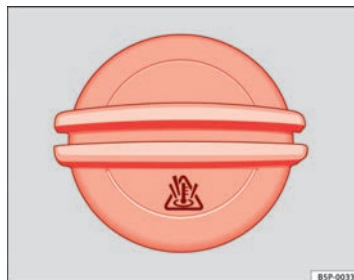

Fig. 116 Dans le compartiment moteur : bouchon du vase d'expansion du liquide de refroidissement.
- Le vase d'expansion du liquide de refroidissement est identifiable grâce au symbole  sur le bouchon ⇒ **fig. 116**.